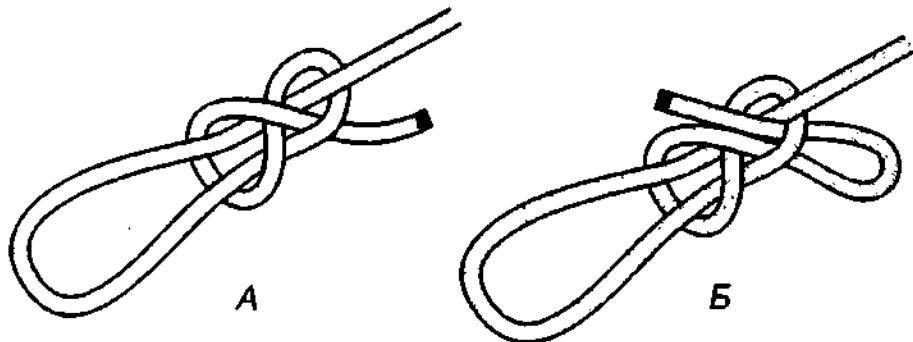

Рис. 376. А – скользящая восьмёрка; Б – быстроразвязывающаяся скользящая восьмёрка.
**Скользящая восьмёрка** так же легко и быстро вяжется, как и **скользящий простой узел**, но в отличие от второго, эта петля более крепкая и надёжная (рис. 376 А). Если необходимо быстро раздуть скользящую восьмёрку под нагрузкой, то узел вяжется с петелькой (рис. 376 Б).